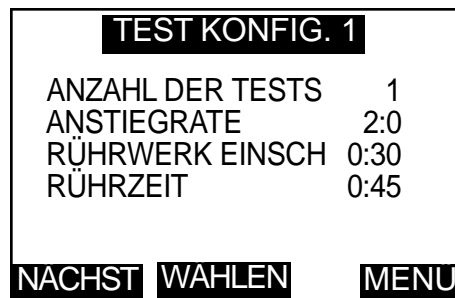

Abbildung 60: Anzeige für CUSTOM-Test
1. Wählen Sie CUSTOM aus dem Hauptmenü. Die Anzeige erscheint wie in Abbildung 60 dargestellt.